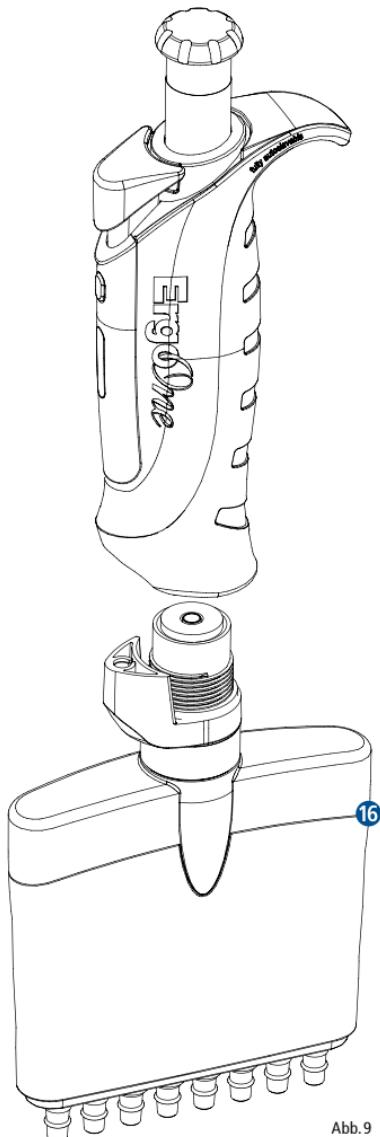

Abb. 9
- Schrauben Sie das vollständige Unterteil **16** durch Drehen im Uhrzeigersinn ab (Abb. 9).